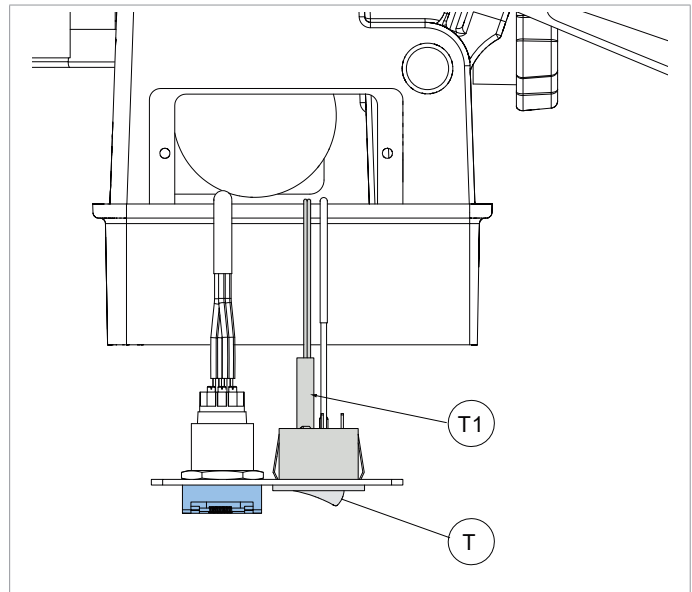

Fig. 46
- 3) Disconnect connector (T1) (Fig. 46).